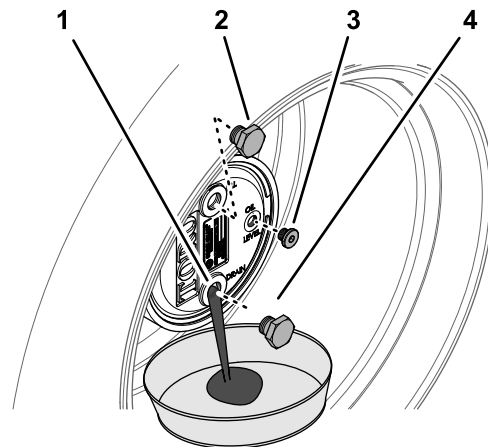

Figura 74
2. Retire el tapón de llenado en la posición de las 12 y compruebe el tapón en la posición de las 3 (Figura 74).
3. Coloque un recipiente debajo del cubo planetario, retire el tapón de vaciado en la posición de las 6 y deje que se drene el aceite (Figura 74).
- Instale el tapón de vaciado en el orificio de vaciado del alojamiento de los engranajes planetarios (Figura 74).